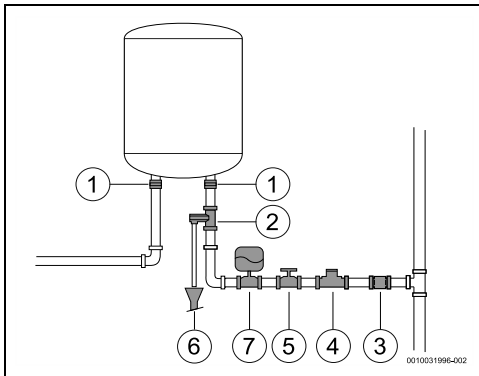

Рис. 11
- ▶ Закройте запорный вентиль воды (→ рис. 11, [5]).
- установите редуцирующий клапан (рис. 11, [4]). Предохранительный клапан всегда активируется, как только давление воды в баке превышает 8 бар ( $\pm 01$  бара) и требуется отвести выпускаемую воду.
- установите расширительный бак (рис. 11, [7]) во избежание частого открытия предохранительного клапана. Объем расширительного бака должен быть равным 5% объема оборудования.